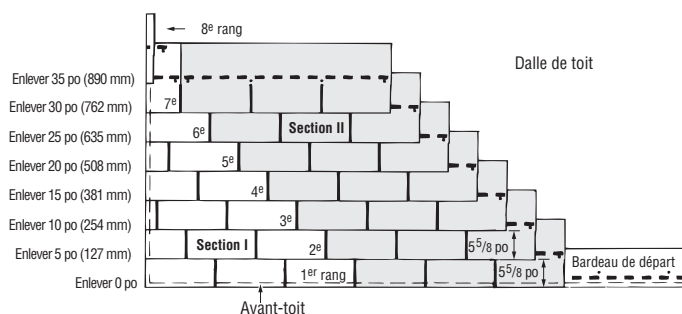

Figure 10-15 : Méthode de pose diagonale de cinq pouces et de huit rangs
3. Continuer le rang de départ en posant des bardeaux entiers le long de l'avant-toit (figure 10-15).
1. Pour débiter le deuxième rang, retrancher 5 po (12,7 cm) du côté gauche d'un bardeau et poser la pièce de 34 3/8 po (87,3 cm) par-dessus le bardeau du premier rang, à égalité avec le bord gauche de celui-ci et en laissant 5 5/8 po (14,3 cm) du premier rang à découvert (figure 10-15).
- Poser la section II de la façon illustrée à la figure 10-15, en abutant des bardeaux entiers contre les bardeaux des huit rangs de la section I. Il faut poser ces bardeaux avant de passer au neuvième rang. Les bardeaux de la section II sont appuyés contre les bardeaux de la section I.